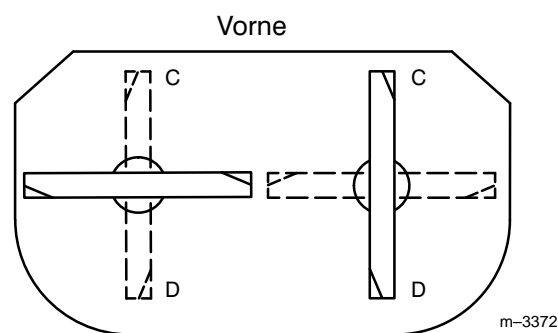
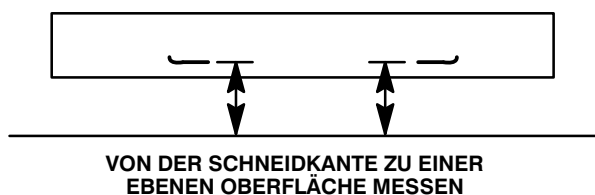

Abbildung 61
Abbildung 62
2. Ein Schnittmesser in gerader Linie ausrichten (Abb. 61). An Position "C" und "D" (Abb. 61) von einer ebenen Oberfläche zur Schneidkante der Messerspitzen messen (Abb. 62).